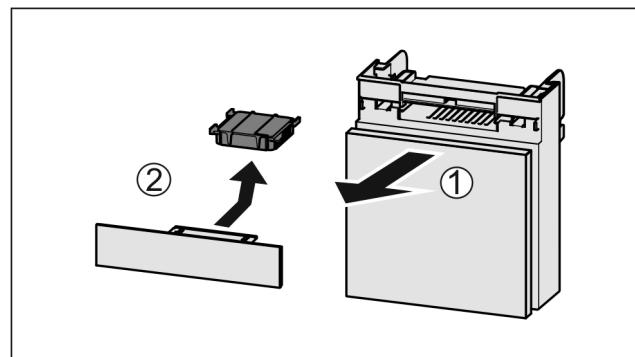

Fig. 88
► Vytiahnite zásuvku smerom dopredu Fig. 88 (1).
► Vyberte aktívny uhlíkový filter Fig. 88 (2).